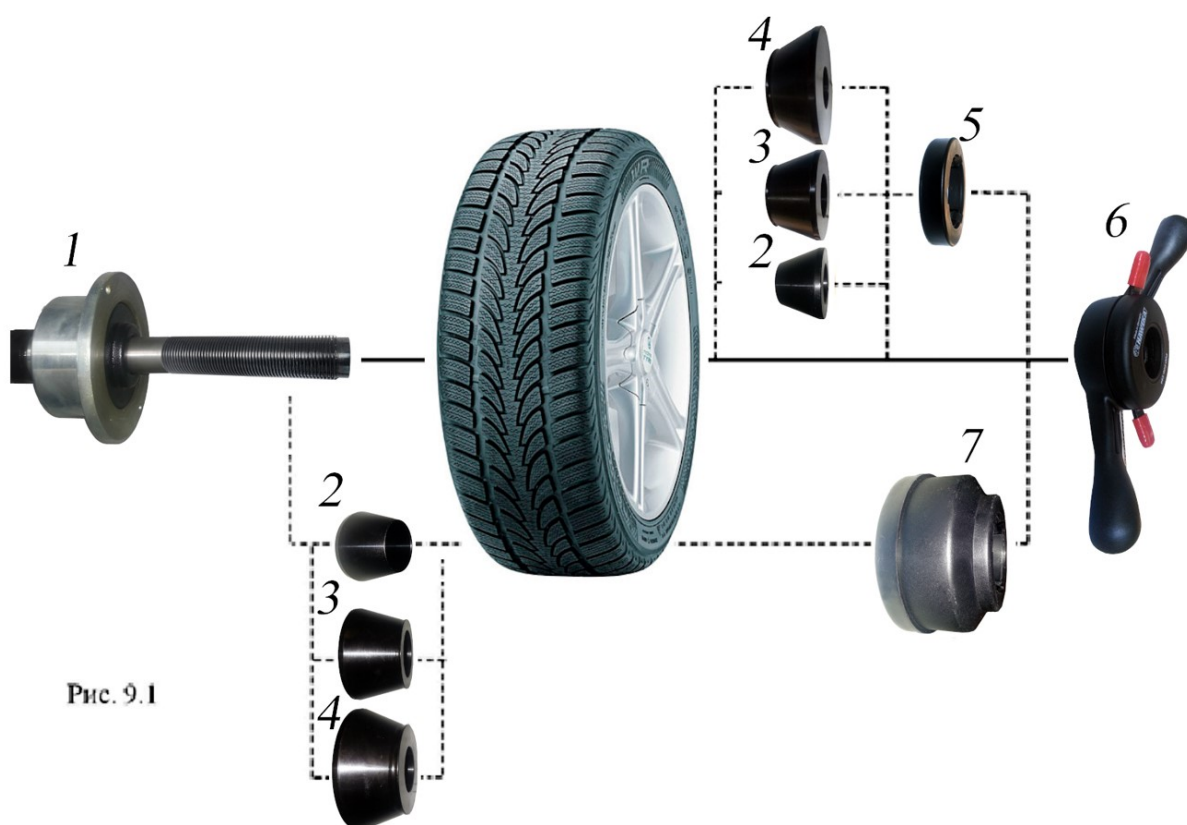

Рис. 9.1
9.2. Балансируемое колесо закрепляется на валу СБ за центральное отверстие диска с помощью конусов и быстросъемной гайки с раздвижными резьбовыми сухарями. В зависимости от конфигурации диска конус может быть установлен как с внешней стороны диска (вариант «а»), так и с внутренней (вариант «б»). При этом на гайке 6 кольцо 5 должно быть заменено на чашку 7. (см.рис. 9.1)
9.6. СБ оборудован педалью для ускорения установки колеса по (варианту «б») (см.рис. 9.1) Установите колесо на конус, установите быстросъемную гайку, нажмите два раза педаль, удерживая колесо и быстросъемную гайку. Вал СБ начнет вращаться, зажимая колесо, когда колесо будет зажато вращение вала остановится. Окончательно затяните колесо быстросъемной гайкой вручную.